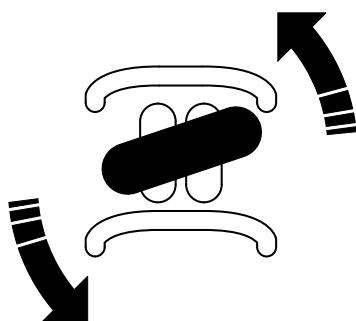

Figura 17
- Para girar a la izquierda, gire el control de tracción en el sentido contrario a las agujas del reloj (Figura 17).